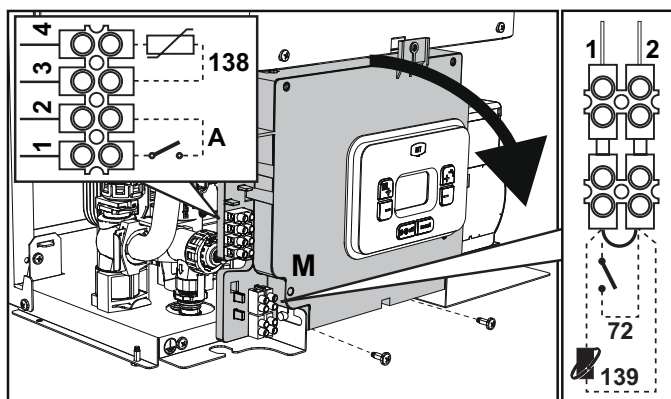
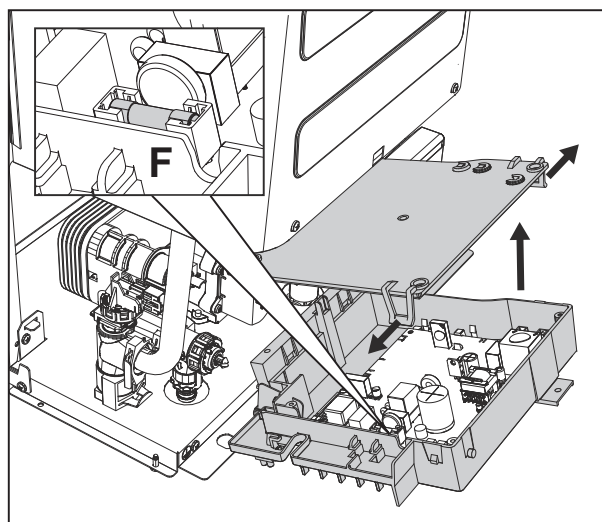

fig. 18
fig. 19
După ce ați scos panoul frontal (*** 'Deschiderea panoului frontal' on page 61 ***) veți putea avea acces la panoul de borne (M) și la siguranța (F) urmând indicațiile descrise în continuare (fig. 18 și fig. 19). **Bornele indicate în fig. 18 trebuie să aibă contactele curate (nu 230 V).** Dispunerea bornelor pentru diferitele conexiuni este indicată și în diagrama electrică din fig. 55.
Configurarea întrerupătorului ON/OFF (A fig. 18)